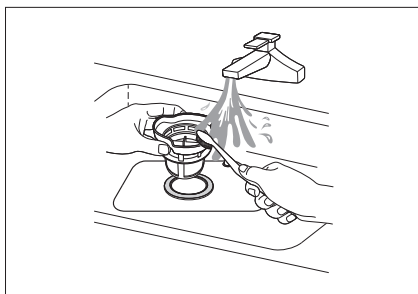

Fig. 20
- Lave los filtros con agua corriente y límpielos a fondo con un cepillo (véase **fig. 20**). Tras cada ciclo de lavado, compruebe si hay piezas grandes que bloquean el filtro y retírelas inmediatamente.